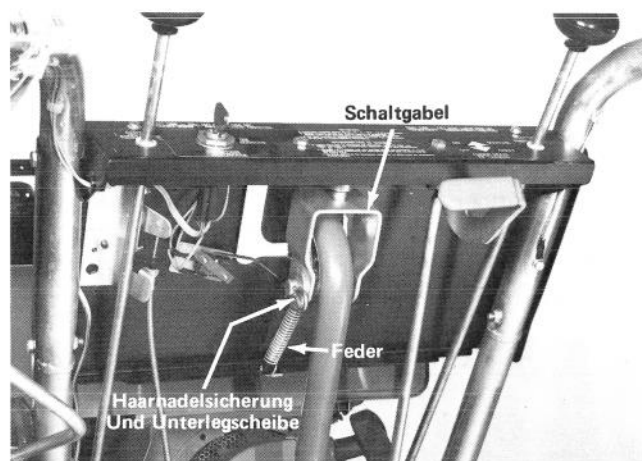

Abb. 6
2. Die Unterlegscheibe auf den Gabelbolzen schieben und die Haarnadelsicherung durch den Bolzen stecken, damit alle Teile gesichert werden (Abb. 6).
4. Die Zugfeder in die Löcher der Schaltstange und Bedienungskonsole einhängen (Abb. 6).